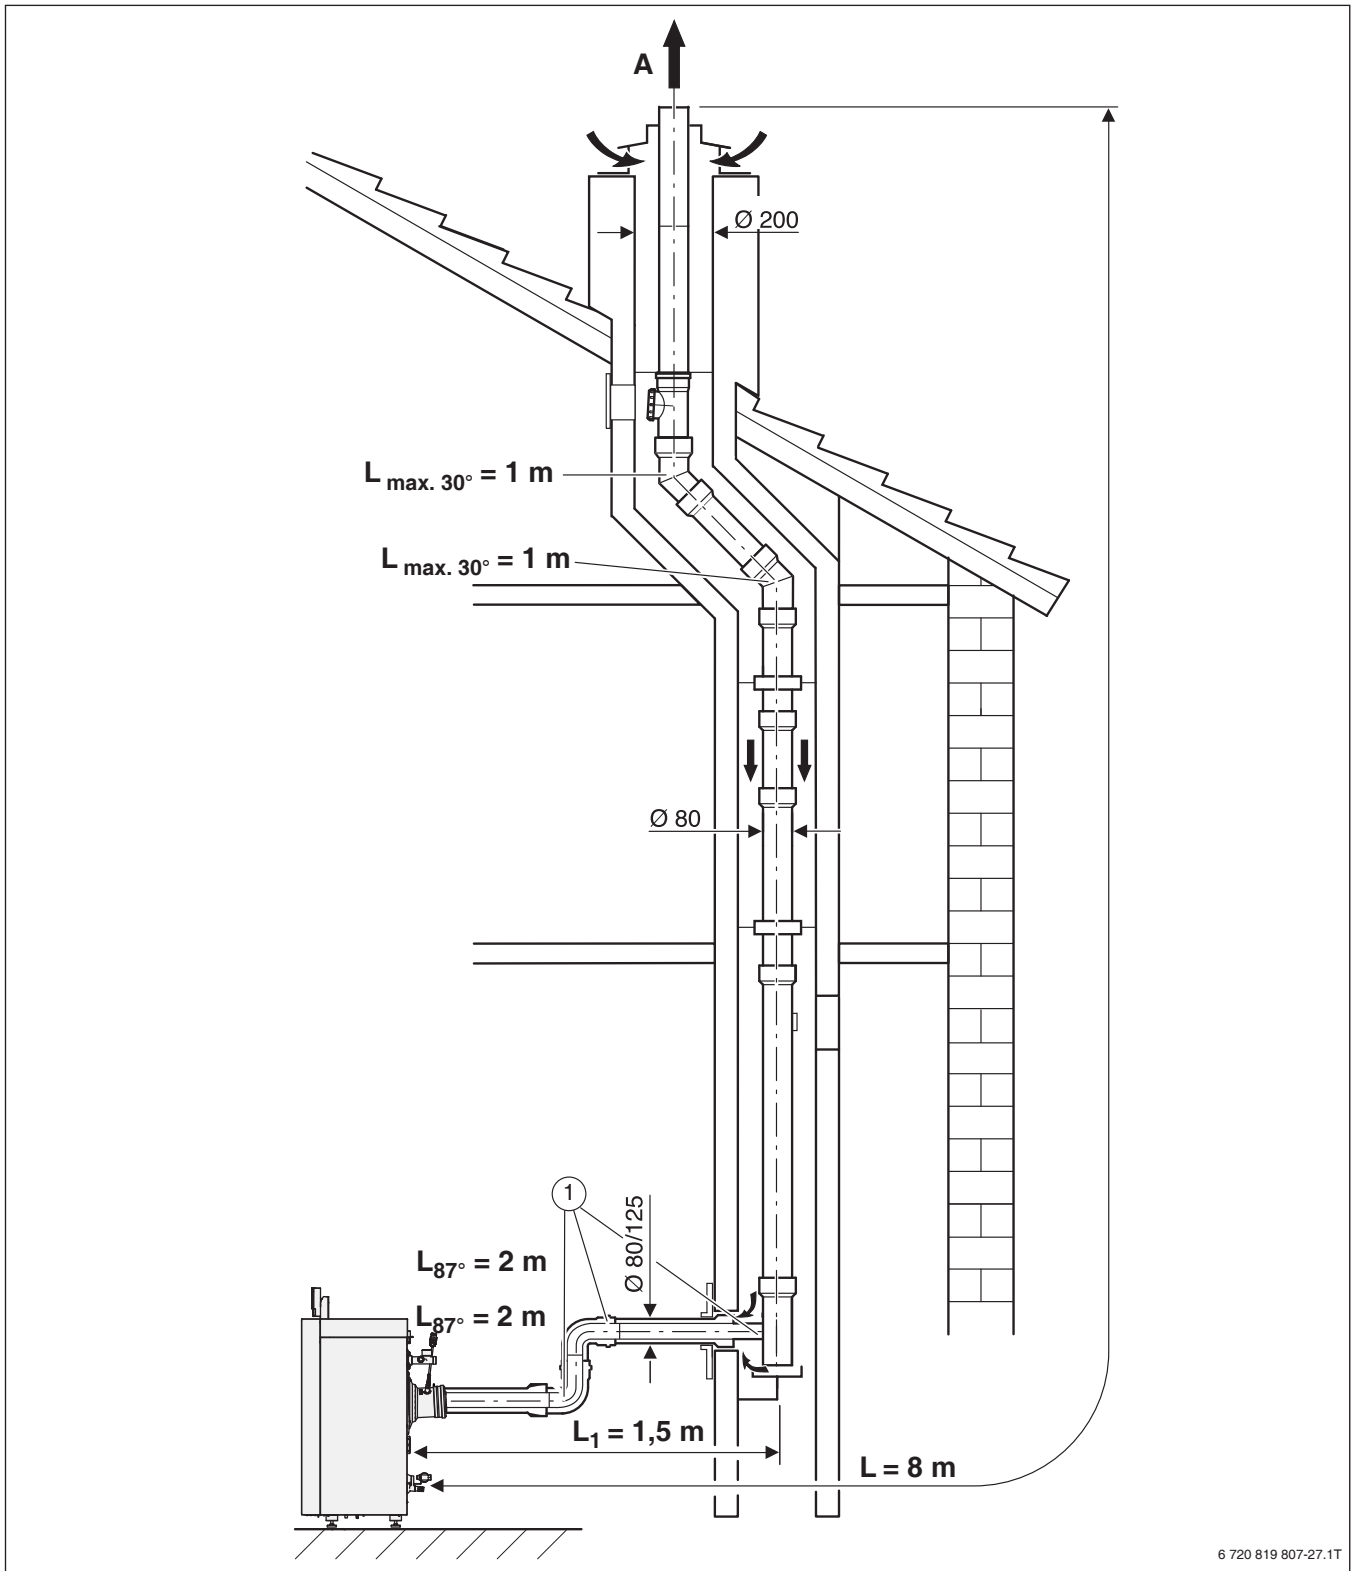

Bild 109 Beispiel zur Berechnung der Abgasrohlängen Logano plus KB192i/GB212 mit GA-K (C93x)
- ▶ Aus der vorliegenden Einbausituation (→ Bild 109, Seite 104) folgende Größen bestimmen:
$L_1 \leq L_{1, \text{max}}$  (aus Beispiel in Bild 109, Seite 104 →  $1,5$  m  $\leq 3$  m → OK)
**Aus Beispiel in Bild 109, Seite 104:**